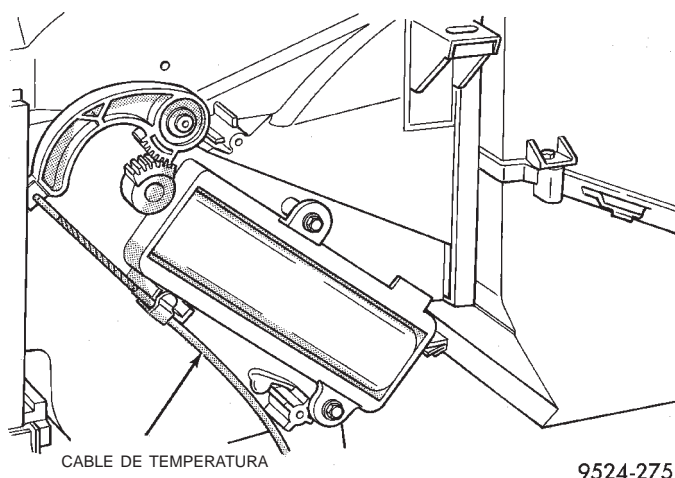

Fig. 73 Cable de temperatura en la caja del A/A
(4) Haga palanca hacia arriba unos milímetros sobre el marco de capote del tablero para dejar al descubierto los tornillos del marco del cubículo del cenicero/encendedor de cigarrillos.
(5) Retire el marco del cubículo del cenicero/encendedor de cigarrillos y el cableado.
(6) Retire los tornillos de retén del módulo de control.
(7) Retire el módulo de control y desconecte los conectores de cable.
(8) Suelte el collarín de retención del cable de control de temperatura de la parte superior del módulo de control. Guarde el collarín para su posterior uso. Después desconecte el cable de control de temperatura.
(9) Desconecte el cable en la caja del A/A (Fig. 73).
(10) Retire el extremo del núcleo del cable de la palanca de mando de temperatura.